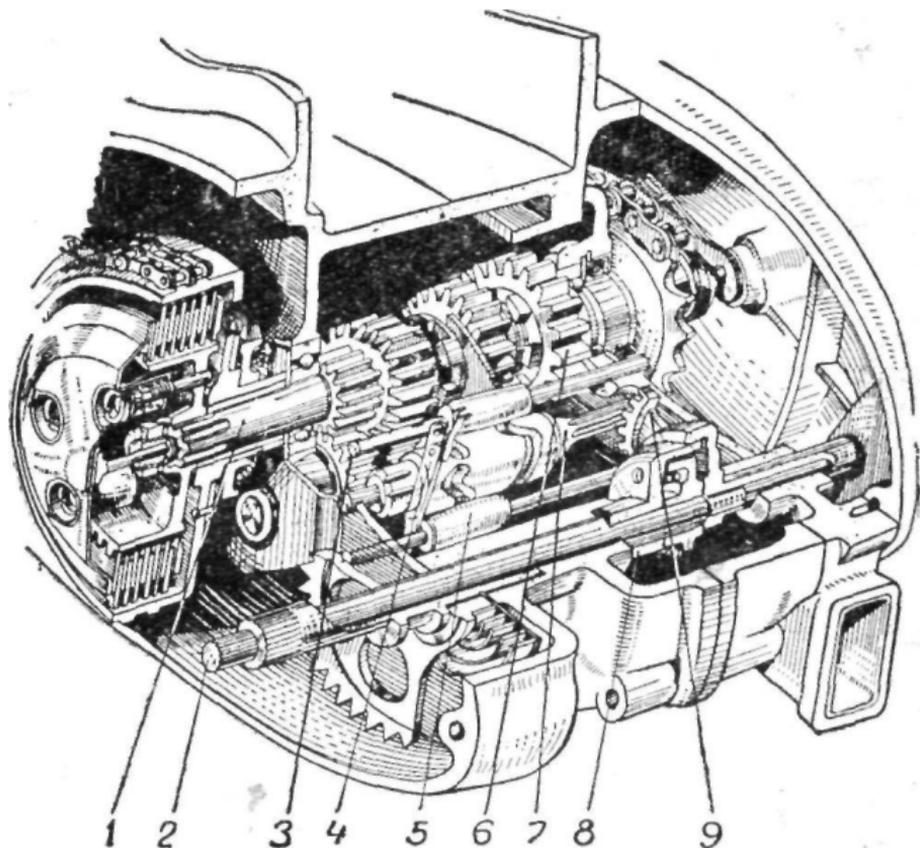

Рис. 25. Коробка передач двигателя ИЖ-56, ИЖ-П, ИЖ-П2-.
**КОРОБКА ПЕРЕДАЧ** (рис. 25, 26). Уход за коробкой передач заключается в систематической проверке уровня масла в картере и своевременной его замене через 2000—2500 км про-